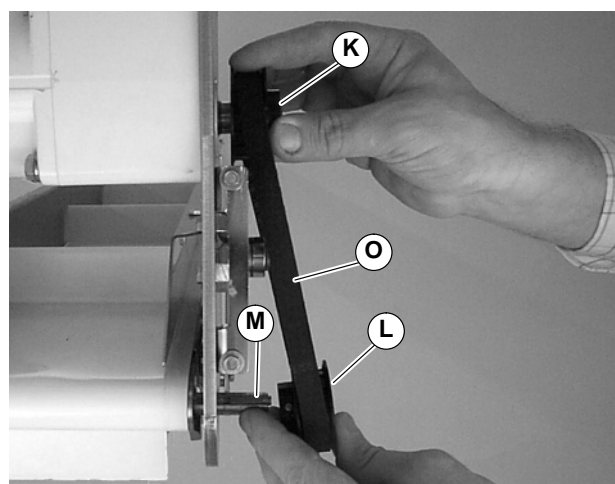

Abbildung 5
4. Keil installieren (M siehe Abbildung 5).